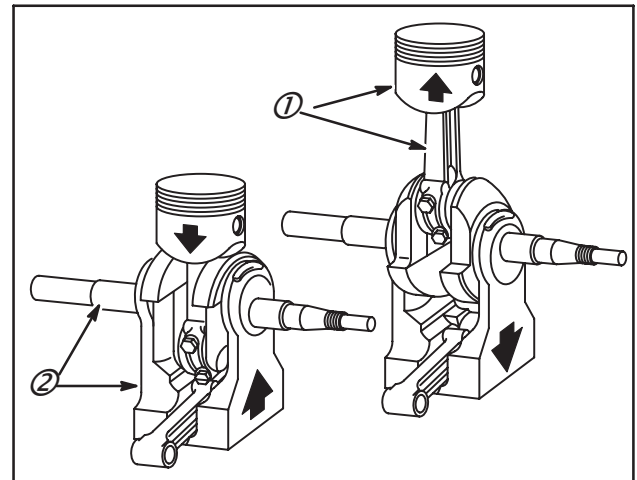

Fig. 8
3. Déposer la bielle et le piston (1) du moteur.
4. Déposer le vilebrequin et les contrepoids (2), Fig. 8.